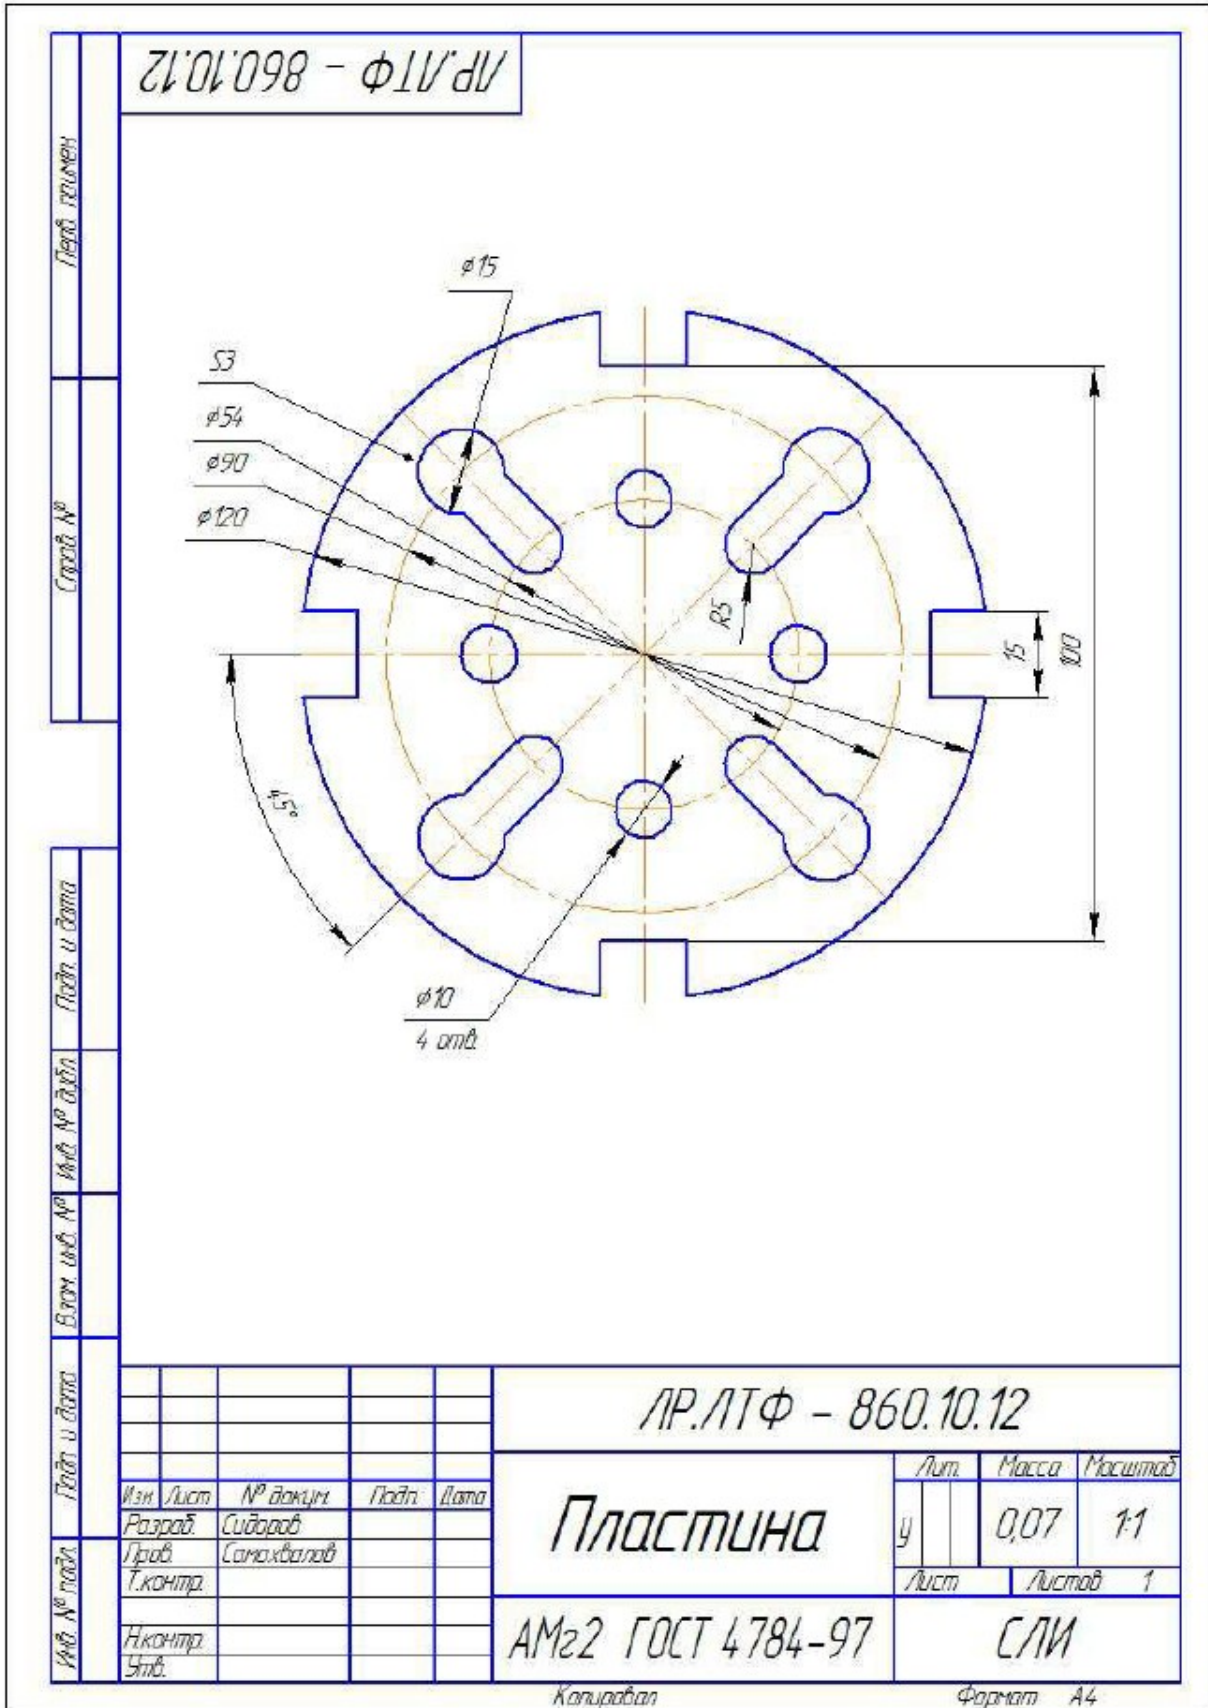

Рисунок 131 – Результат построения чертежа Пластины
10.9 Зайдите в главное меню *Сервис* → *Параметры* → *Размеры* → *Надпись*. В надписях поменяйте шрифт размерных чисел с 5 мм на 3,5 мм, нажмите **ОК**. Установите все размеры, и обозначения (осевые линии – разметка, обозначение центра, симметрия; толщина пластины) как это показано на рис. 99. Дополните основную рамку. Результат построения, рис. 131.